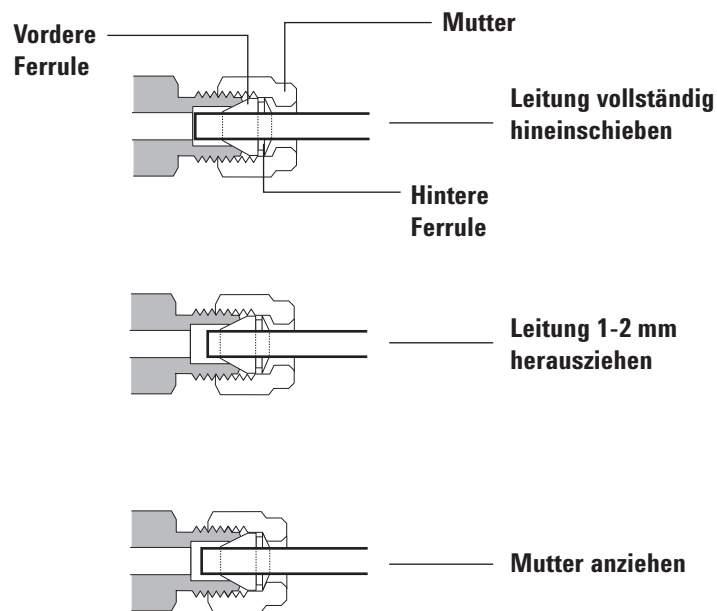

Abbildung 15. Einsetzen der Leitung
- 4 Schieben Sie das Rohr vollständig in den Stecker und ziehen Sie es ungefähr 1 bis 2 mm heraus. Siehe **Abbildung 15**.